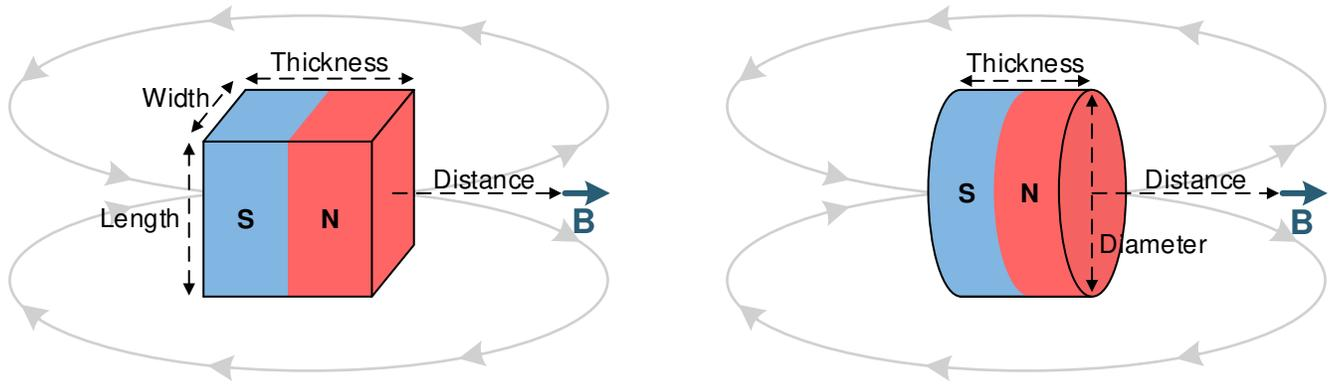

图 7-3. 矩形方框和圆柱体磁体
磁体由各种铁磁材料制成，这些材料在成本、温度漂移、绝对最大温度额定值、剩余磁化强度或剩余感应 (B_r) 以及矫顽力 (H_c) 等方面进行权衡。 B_r 和磁体的尺寸决定了它在三维空间中产生的磁通量密度 (B)。对于简单的磁体形状，例如矩形块和圆柱体，有一些简单的方程式可以在以磁体为中心的给定距离处求解 B 。图 7-3 显示了方程式 4 和方程式 5 的示意图。
将方程式 4 用于图 7-3 中显示的矩形方框：
将方程式 5 用于图 7-3 中显示的圆柱体：